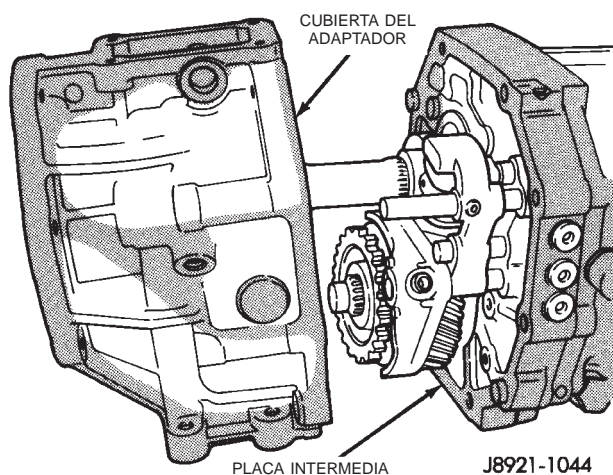

Fig. 38 Instalación de cubierta del adaptador/retenedor del cojinete trasero—Característica
(8) Aplique un reborde de 3,2 a 4,8 mm (1/8 a 3/16 pulg.) de ancho de junta líquida Threebond® TB1281, N/P 83504038 a las superficies de sellado de la cubierta del adaptador/retenedor de cojinete trasero, asegurándose de mantener el reborde de sellante en el interior de los orificios de los pernos.
(9) Instale la cubierta del adaptador o el retenedor de cojinete trasero en la placa intermedia (Fig. 38).